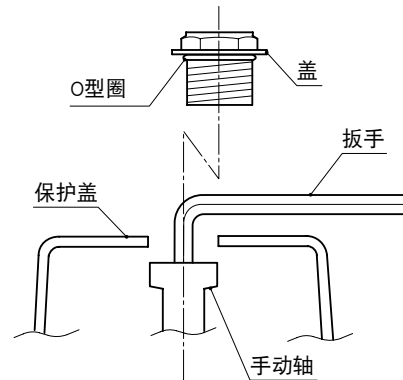

图6 具备手动操作功能时
- 3) 参照图6，将附带于盖子侧面的专用扳手插入到手动轴。